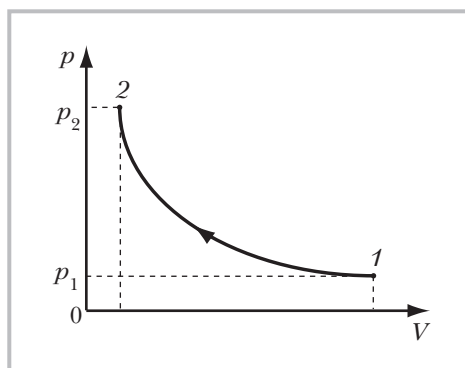

Рис. 3
2. На рис. 3 изображён график процесса перехода термодинамической системы из состояния 1 в состояние 2.